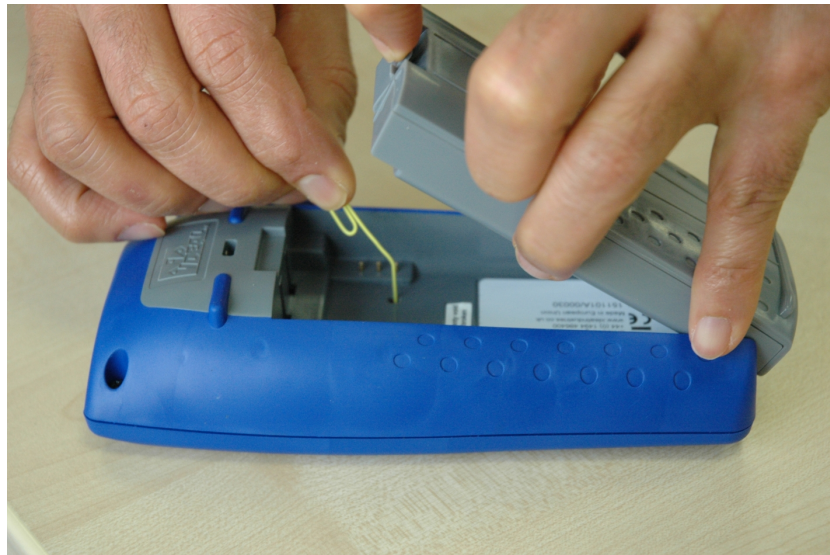

Fig. 3
- Rimuovere il modulo di alimentazione per accedere a un piccolo foro nel SignalTEK NT (Fig. 3).